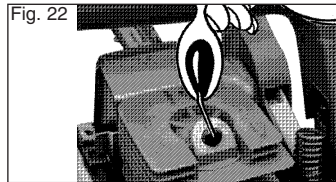

Fig. 22
5. Hæld en teskefuld ren 2-cylinder olie in i tændkammeret. Træk i startsnoren flere gange langsomt, for at smøre invendige dele. Sæt tændrøret i igen (Fig. 22).